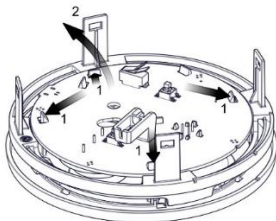

Figura 15
4. Desconecte a PCB das abas de encaixe (ver Figura 15).